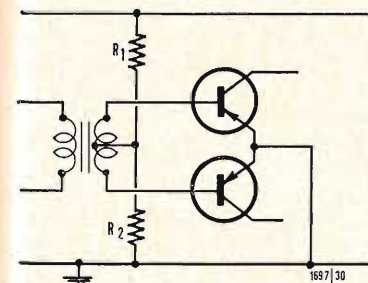

Fig. 30 - Polarizzazione di uno stadio finale push-pull con emettitore comune.
La suddetta polarizzazione viene ottenuta per mezzo di un partitore di tensione (fig. 30). A questo proposito, è bene notare che una delle resistenze del partitore si trova costantemente in serie con l'ingresso del transistor cui è applicato il segnale e richiede perciò che, a parità di corrente d'ingresso, sia aumentata l'ampiezza della tensione disponibile all'uscita del trasformatore pilota. Con riferimento alla fig. 30, la resistenza interessata è la  $R_2$ , la quale deve essere scelta di valore più basso possibile compatibilmente con il massimo valore di corrente che può circolare nel partitore. Generalmente  $R_2$  risulta dello stesso ordine di grandezza della resistenza d'ingresso del transistor
in cui  $V_{bp}$  è la tensione di polarizzazione in continua applicata sulla base mediante il partitore ed  $R_b$  la resistenza posta in serie nel circuito di base, che è uguale alla resistenza di metà secondario del trasformatore di uscita sommato con la resistenza del ramo inferiore del partitore ( $R_2$ ) (fig. 30).
- a) nel sostituire la resistenza  $R_1$  del partitore (fig. 30) con un potenziometro col quale si regola di volta in volta la